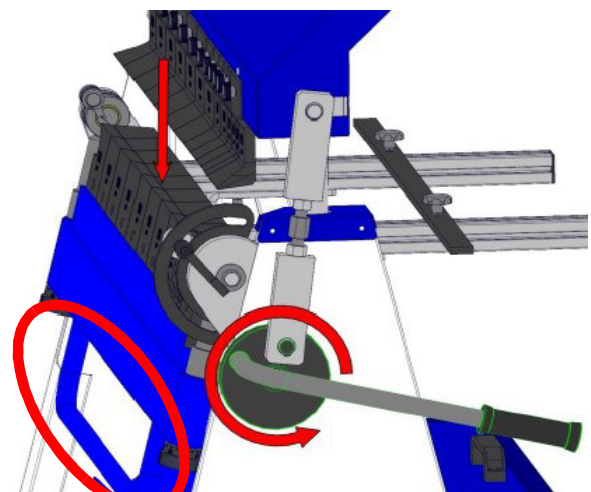

Abb. 15: Spannhebel und Biegehebel
Schritt 4: Biegehebel (Abb. 15) anheben und bis zum gewünschten Biegewinkel fortsetzen. Wegen des Rückfederungseffektes um einige Grad weiterbiegen.
Schritt 6: Zur Entnahme des Blechs Spannhebel (Abb. 15) entgegengesetzter Richtung betätigen, der obere Klemmbalken entspannt.